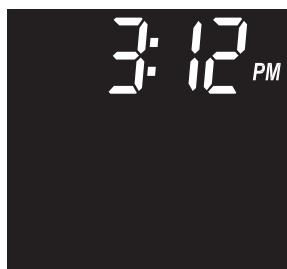

FIG. 19
3. Oprima cuatro veces el botón PROGRAM (Programar) para regresar a la pantalla de funcionamiento normal (Vea la Fig. 19).